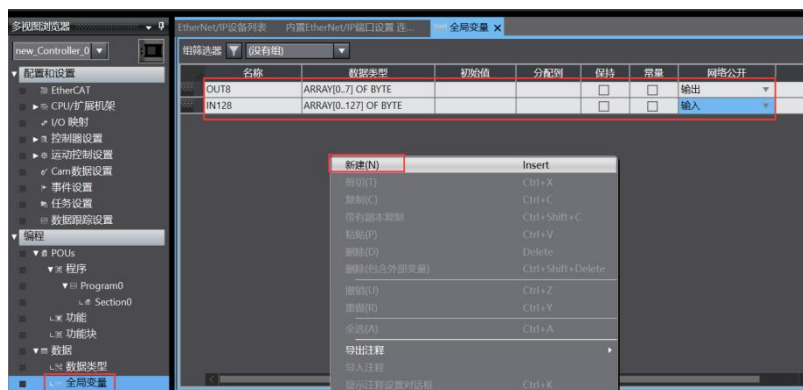

Fig 89. PLC EIP-设置全局变量输入输出
5. 如 Fig 89 所示，点击编程>数据>全局变量，右键新建，创建两个字节型的数组。